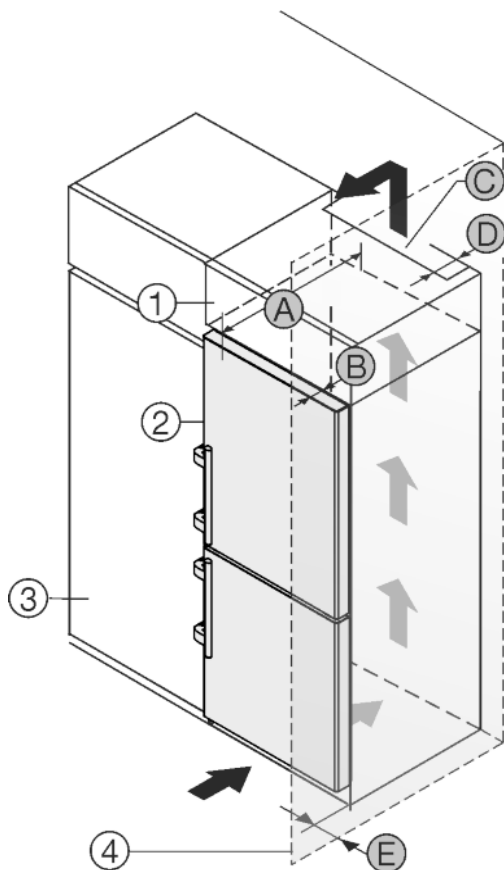

Fig. 12
Uređaj se može adaptirati za ugradnju u kuhinjske ormare. Kako biste uređaj Fig. 12 (2) prilagodili visini kuhinjskog namještaja, iznad uređaja možete postaviti viseći ormar Fig. 12 (1).
Uređaj se može postaviti direktno uz kuhinjski ormar Fig. 12 (3). Kako biste vrata mogli potpuno otvoriti, uređaj mora biti za dubinu Fig. 12 (B) ispred u odnosu na prednjicu kuhinjskog ormara. Ovisno o dubini kuhinjskih ormara i uporabi zidnih distancera, uređaj može i dalje stršati.
- Na stražnjoj strani visećeg ormara treba postojati otvor za odzračivanje dubine Fig. 12 (D) po cijeloj širini visećeg ormara.
- Ispod stropa prostorije treba poštivati ventilacijski presjek Fig. 12 (C).
Kada se uređaj postavlja s okovima pored zida Fig. 12 (4), treba poštivati razmak Fig. 12 (E) između uređaja i zida. To odgovara stajanju ručice kod otvorenih vrata.